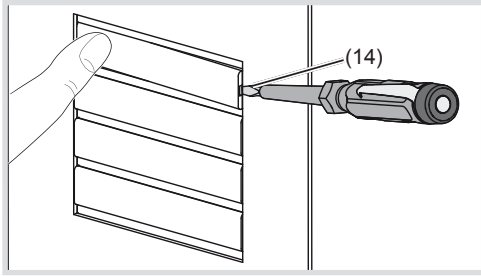

Bild 4: Namensschild Abdeckung lösen
- Schraubendreher in der Hebelöffnung (14) ansetzen und Arretierung lösen (Bild 4).